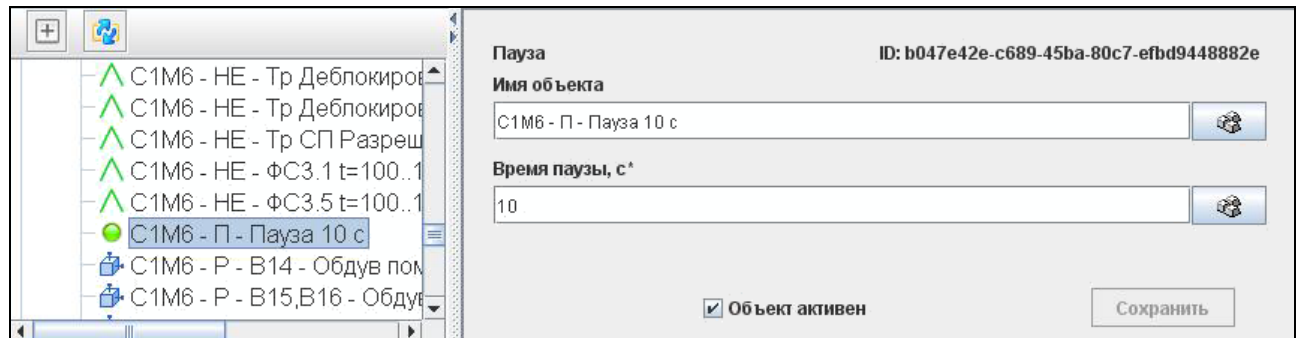

Рисунок 35 — Элемент «Пауза»
3.10.2.1. Позволяет ввести временную задержку в выполнение какого-либо действия (рис. 35).